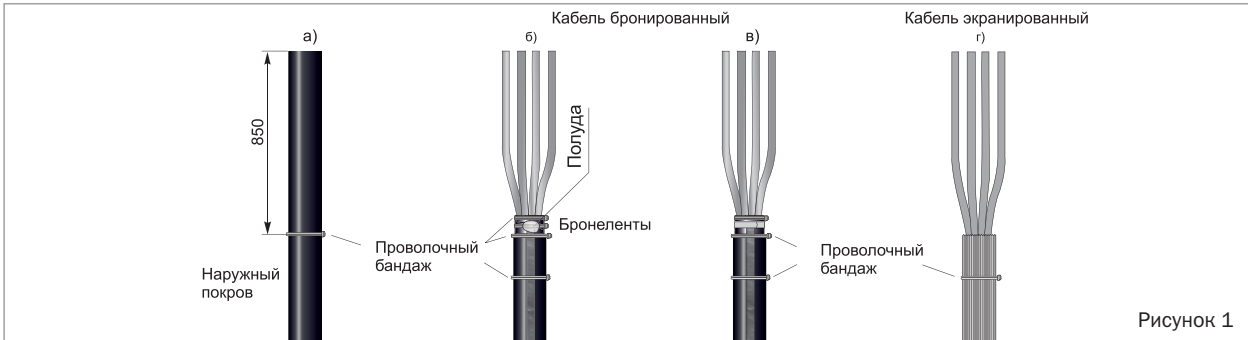

Рисунок 1
- Удалить наружный покров кабеля на длине 850 мм (рисунок 1а).
В случае комплекта муфты с ППД установить шину заземления концом без наконечника на бронелентах и закрепить её ППД до полной намотки на кабель (рисунок 1в).
Для экранированного кабеля (рисунок 1г):